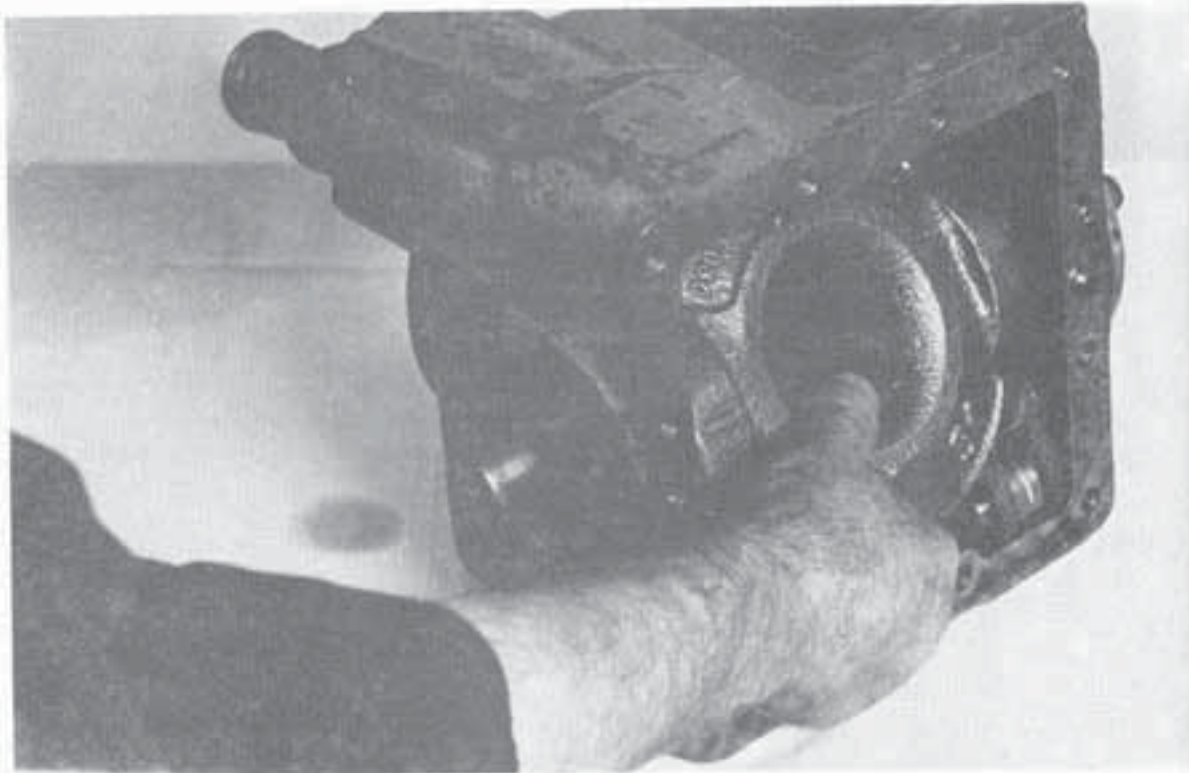

Рис.51.
6. Когда уже пальцы фланца сняты, наклоннув плиту вместе с сервопоршнем можно комплектно выбрать. Рис.51.